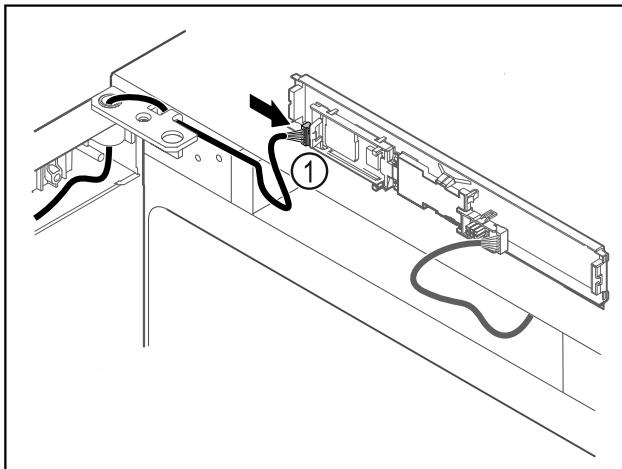

Fig. 60
- ▶ Nataknite utikač Fig. 60 (1) na tiskanu pločicu.